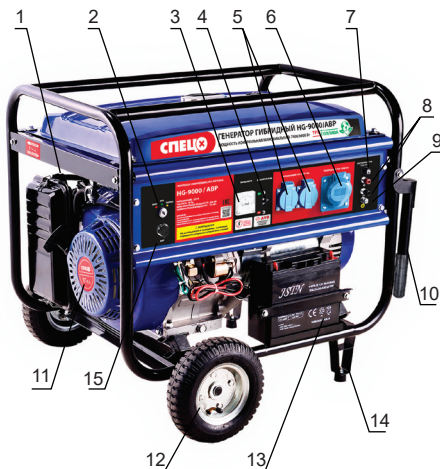

Рис.1. Общий вид HG-4000
4.4. Основные элементы генераторов показаны на рис. 1.